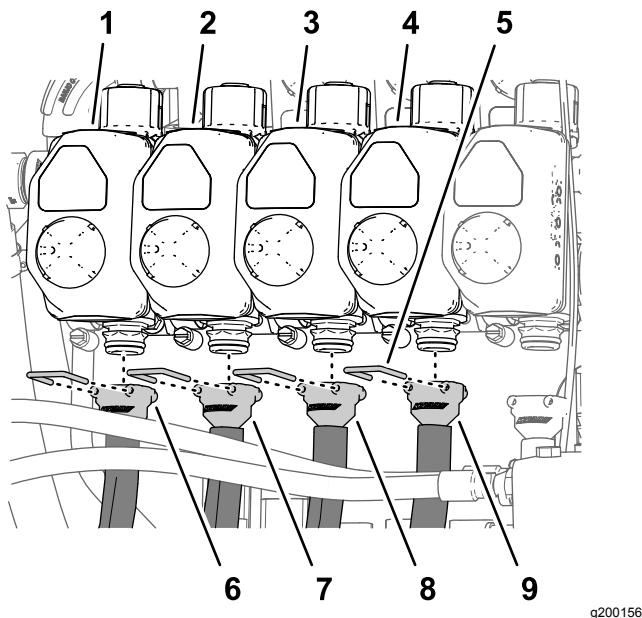
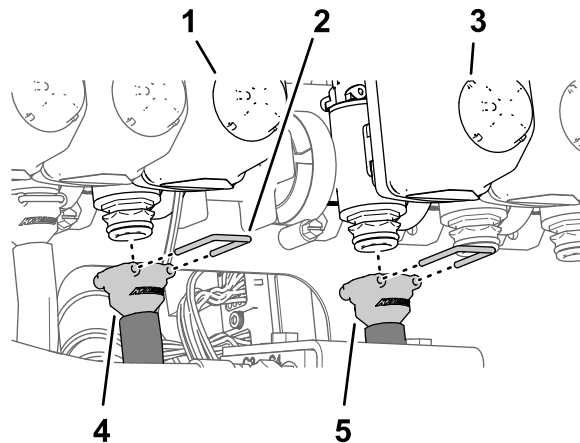
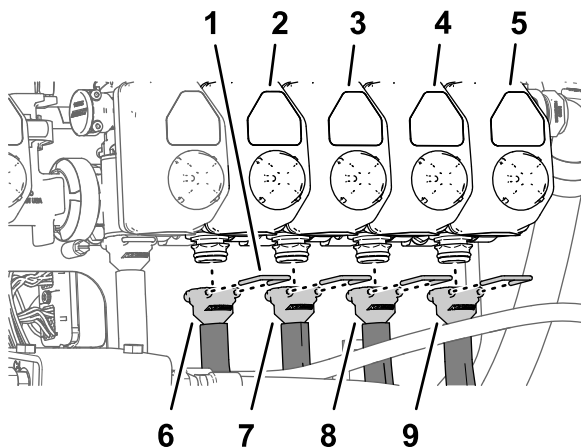

Figura 124
Figura 125
Figura 126
Nota: Consulte Figura 124 em Montar os tubos nas válvulas do bico 1 a 4 \(página 58\), Figura 125 em Montar os tubos nas válvulas do bico 5 e 6 \(página 58\) e Figura 126 em Montar os tubos nas válvulas do bico 7 a 10 \(página 59\) para ver as posições da válvula do bico.
1. Monte a união estriada reta de um tubo de alimentação com 279 cm no acoplador da válvula do bico 1 (Figura 124).
2. Prenda a união estriada ao acoplador com um retentor (Figura 124).
3. Monte a união estriada reta de um tubo de alimentação com 234 cm no acoplador da válvula do bico 2 (Figura 124).
4. Prenda a união estriada ao acoplador com um retentor (Figura 124).
5. Monte a união estriada reta de um tubo de alimentação com 188 cm no acoplador da válvula do bico 3 (Figura 124).
6. Prenda a união estriada ao acoplador com um retentor (Figura 124).
7. Monte a união estriada reta de um tubo de alimentação com 188 cm no acoplador da válvula do bico 4 (Figura 124).
8. Prenda a união estriada ao acoplador com um retentor (Figura 124).
1. Monte a união estriada reta de um tubo de alimentação com 81 cm no acoplador da válvula do bico 5 (Figura 125).
2. Prenda a união estriada ao acoplador com um retentor (Figura 125).
3. Monte a união estriada reta de um tubo de alimentação com 81 cm no acoplador da válvula do bico 6 (Figura 125).
4. Prenda a união estriada ao acoplador com um retentor (Figura 125).
1. Monte a união estriada reta de um tubo de alimentação com 188 cm no acoplador da válvula do bico 7 (Figura 126).
2. Prenda a união estriada ao acoplador com um retentor (Figura 126).
3. Monte a união estriada reta de um tubo de alimentação com 188 cm no acoplador da válvula do bico 8 (Figura 126).
4. Prenda a união estriada ao acoplador com um retentor (Figura 126).
5. Monte a união estriada reta de um tubo de alimentação com 234 cm no acoplador da válvula do bico 9 (Figura 126).
6. Prenda a união estriada ao acoplador com um retentor (Figura 126).
7. Monte a união estriada reta de um tubo de alimentação com 279 cm no acoplador da válvula do bico 10 (Figura 126).
8. Prenda a união estriada ao acoplador com um retentor (Figura 126).